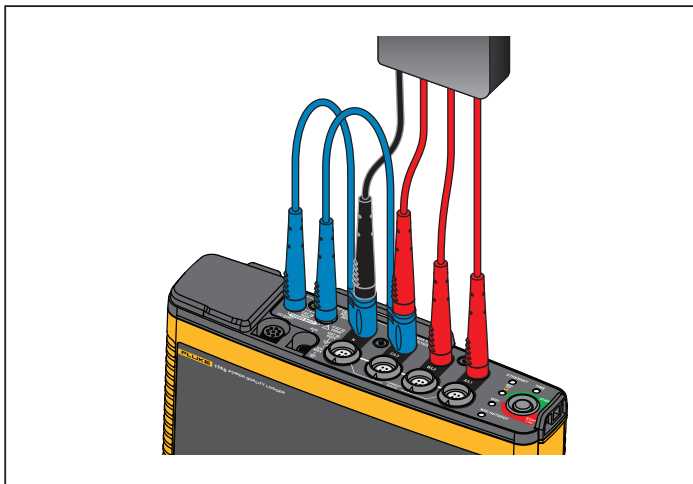

Рисунок 7. Измерение с нейтральным напряжением и с источником питания прибора
- Подключите N ко второму входу источника питания. См. Рисунок 7.